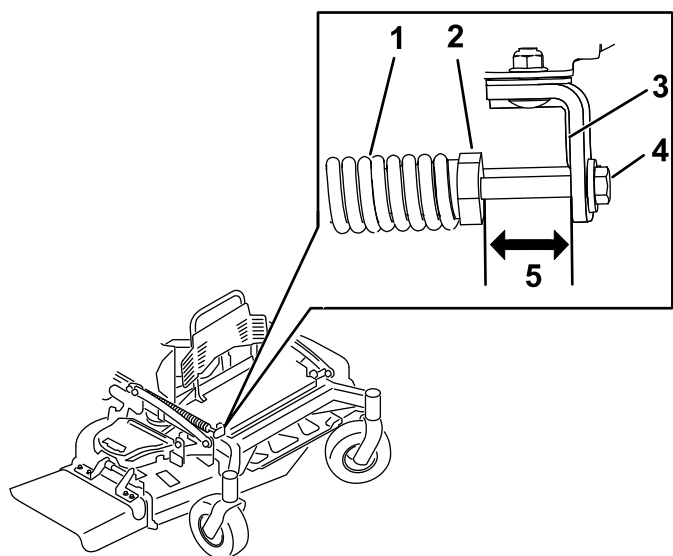

Figura 92
2. Verifique o comprimento entre a porca da mola e o lado traseiro do suporte de montagem soldado (Figura 92).
3. Certifique-se de que o comprimento é de 51 mm para plataformas de 122 cm/132 cm e de 38 mm para plataformas de 152 cm, como se mostra na Figura 92.
4. Se for necessário, ajuste a distância ao ajustar o parafuso na dianteira do suporte de montagem (Figura 92).